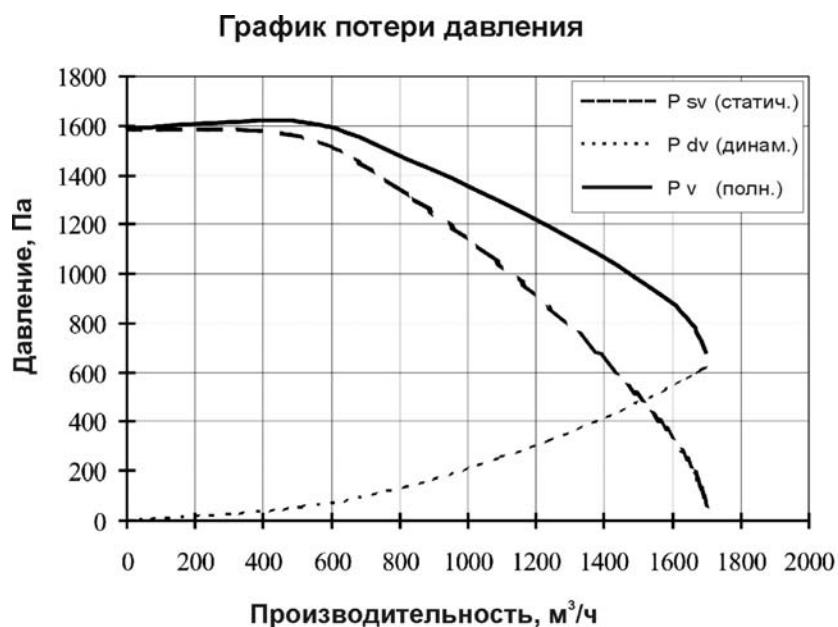

Рис. 2
2.3. Аэродинамическая характеристика приведена на рис. 2.